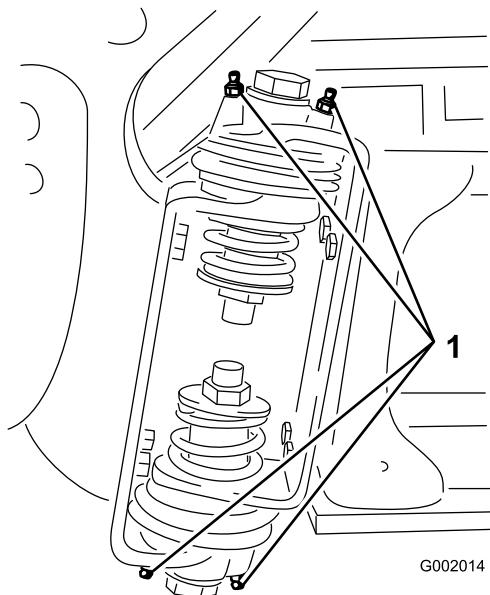

图 73
2. 将润滑脂通过黄油嘴打入到各个轴承或轴套中 (图73)。